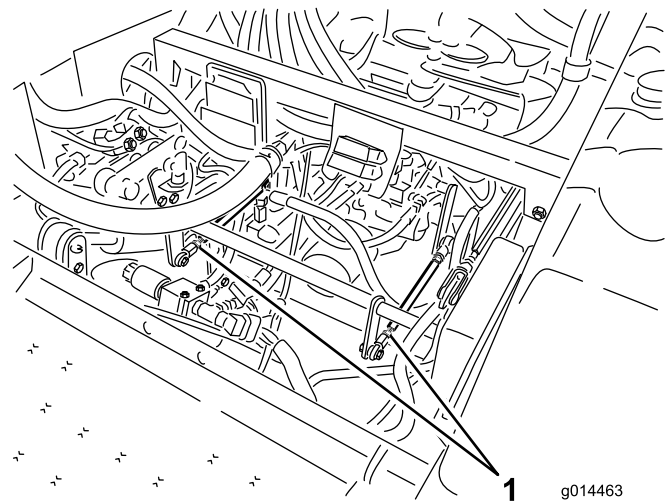

Figura 38
- Si el neumático trasero izquierdo está girando, afloje las contratuercas de la varilla de control de la transmisión del lado izquierdo (Figura 38).